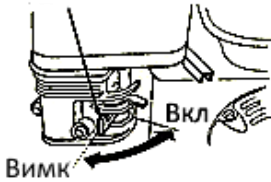

Рисунок 12
- 1) Поверніть важіль паливного крана в положення «Відкрито» (рисунок 12);